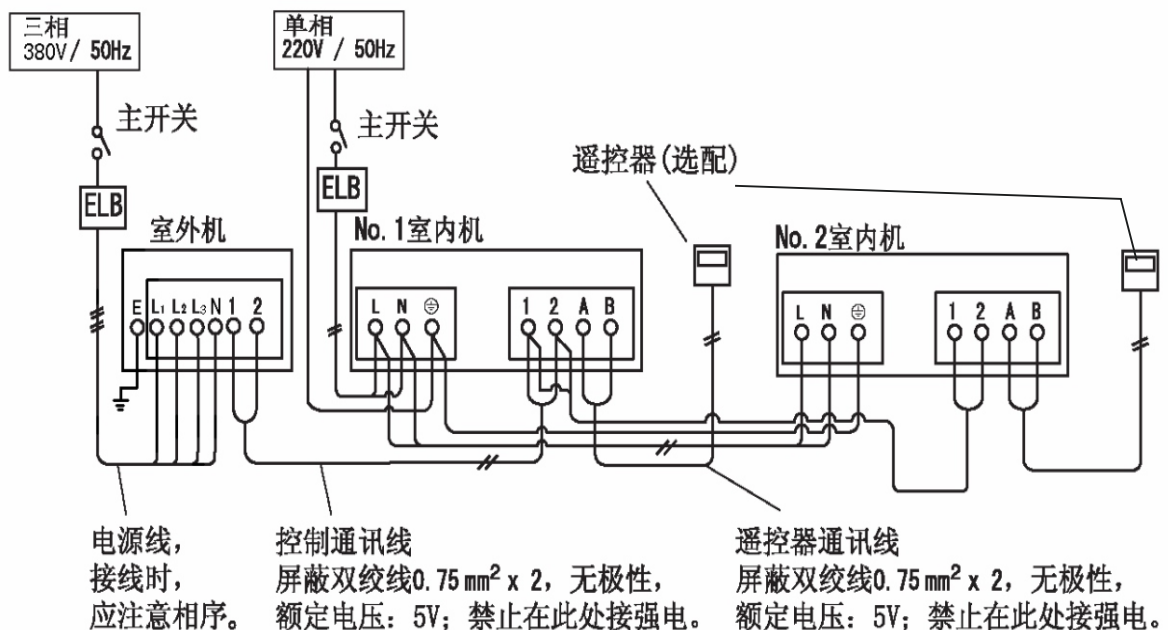

图6.4 三相室外机与室内机之间的接线
b. 三相机型 RAS-140/160FSYNQ室内机和室外机之间的接线参照图6.4。检查确保每个端子排上端子压接线的拉力。
(2) 将室内机和室外机间的通讯线接到端子排上的1号和2号端子上。